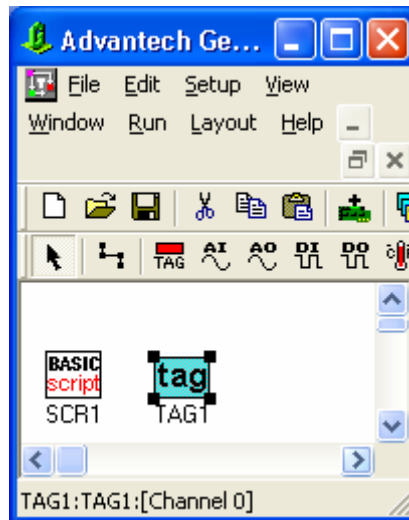
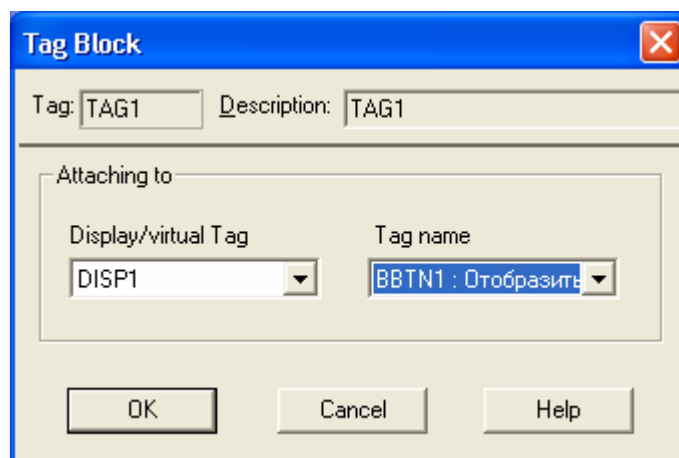

Рис. 4.86. Окно редактора задач приложения DemoDialog
Рис. 4.87. Конфигурирование тега
5. *Пятое действие.* Теперь сделайте вновь активным окно **TASK1** редактора задач, для чего щелкните по этому окну левой кнопкой мыши. При этом в верхней части главного окна появится панель инструментов редактора задач. На панели инструментов выберите кнопку **Tag** (tag) и с помощью мыши перетащите ее и положите во внутреннюю область окна редактора форм отображения (рис. 4.86). Для настройки свойств тега щелкните дважды левой кнопкой мыши над пиктограммой тега. В результате появится диалоговое окно настройки. Выполните настройку тега в соответствии с рис. 4.87, а затем с помощью кнопки **OK** закройте окно. Созданный тег будет использован для передачи в Бейсик-процедуру информации о состоянии кнопки в окне отображения.